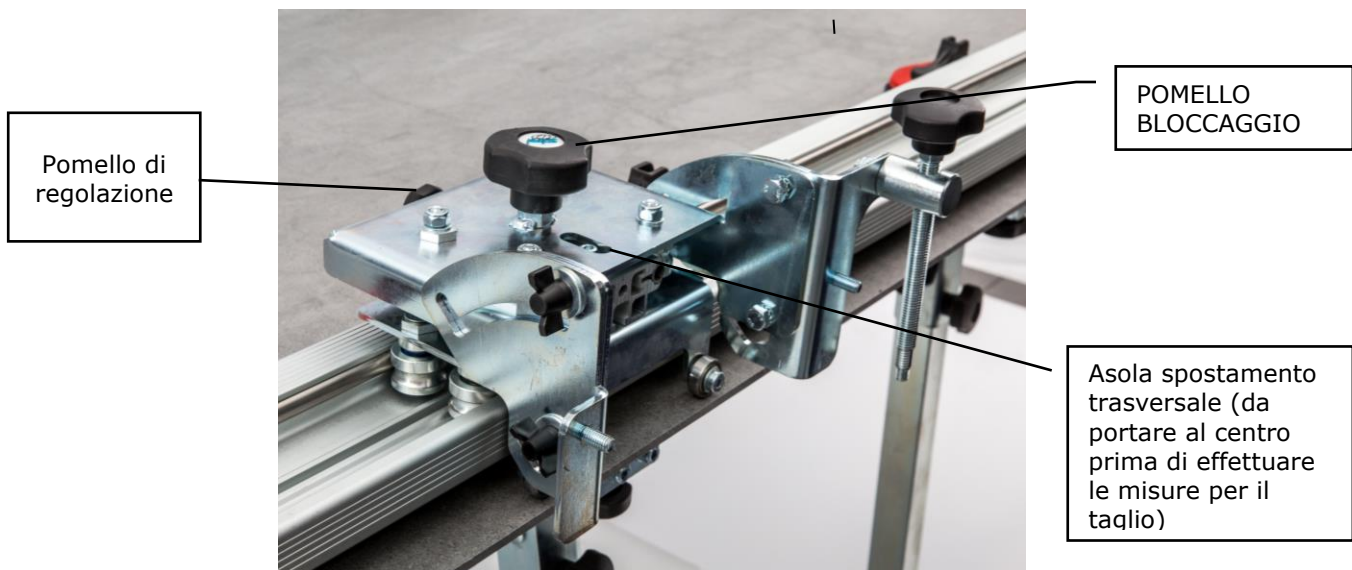

Fig. 6.4.4 Pomello di regolazione di spostamento trasversale del carrello.
- 9- Posizionare la regolazione millimetrica trasversale al centro (vedi fig.6.4.4).
- 27- Posizionare la regolazione millimetrica al centro (vedi fig.6.4.4).
- 4- Posizionare la regolazione trasversale alla massima distanza vedi Fig.6.4.4